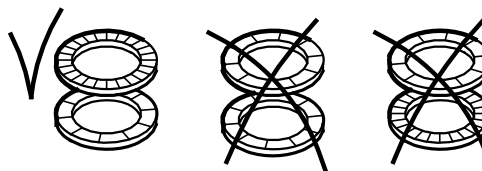

Рис. 7 Правильная установка стопорных шайб
12. Поставить стяжную втулку с шестью гранями (поз. 64c), шайбы (поз. 66) и гайку (поз. 67). См. рис. 7.